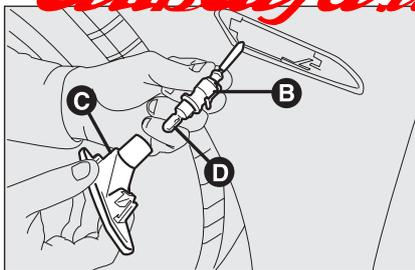

fig. 28
- ruotare in senso antiorario il portalampana **B-fig. 28** ed estrarlo dal trasparente **C**.